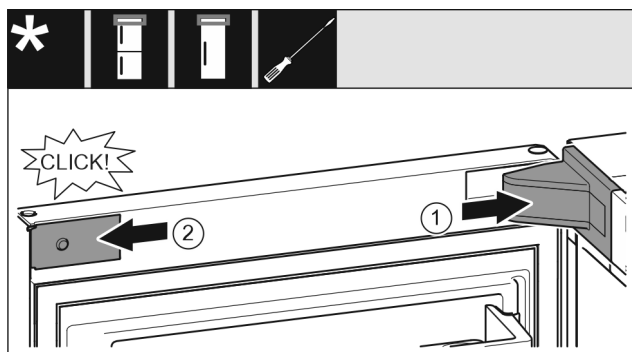

Fig. 59
- ▶ Așezați capacul suportului de lagăr Fig. 59 (1) și fixați în poziție, după caz, despărțiți cu precauție prin apăsare.
- ▶ Aplicați în lateral și fixați în poziție masca Fig. 59 (2).